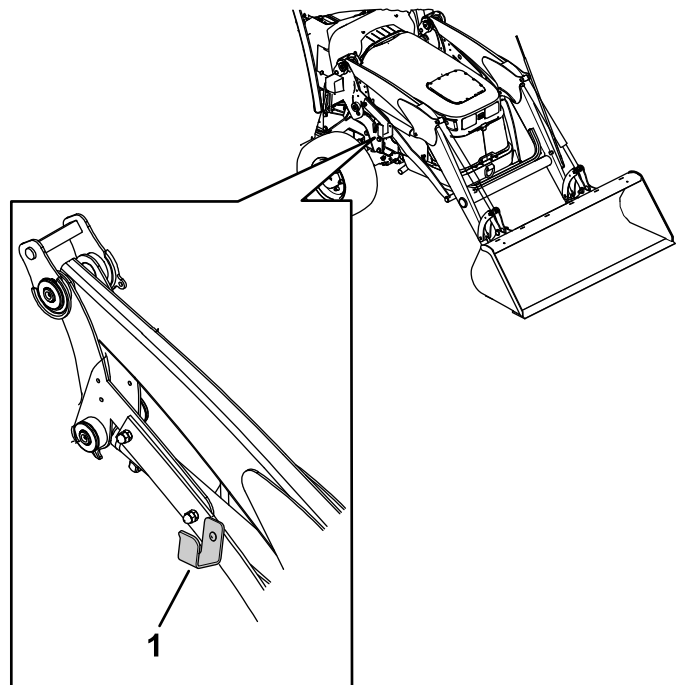

Figura 51
8. Posizionate il gruppo di flessibili sull'apposita piastrina (Figura 51).